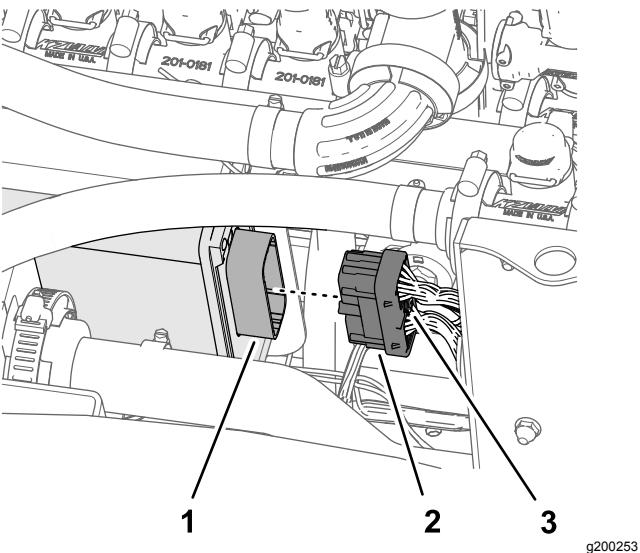

Figura 132
2. Inserite il connettore a 40 prese della diramazione da 102 cm del cablaggio preassemblato del kit nel connettore a 40 pin del controller di irrorazione ASC 10 (Figura 132).
10 (Figura 132).